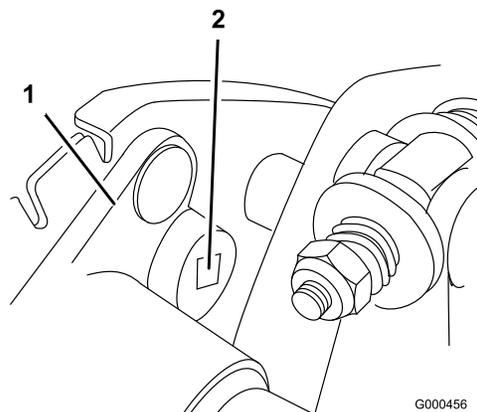

Bild 40
- B. Drehen Sie das Lagergehäuse mit einem 3/8 Zoll Drehmomentschlüssel mit 3,9 bis 4,5 Nm an, um die Riemen-Spannung einzustellen (Bild 40).